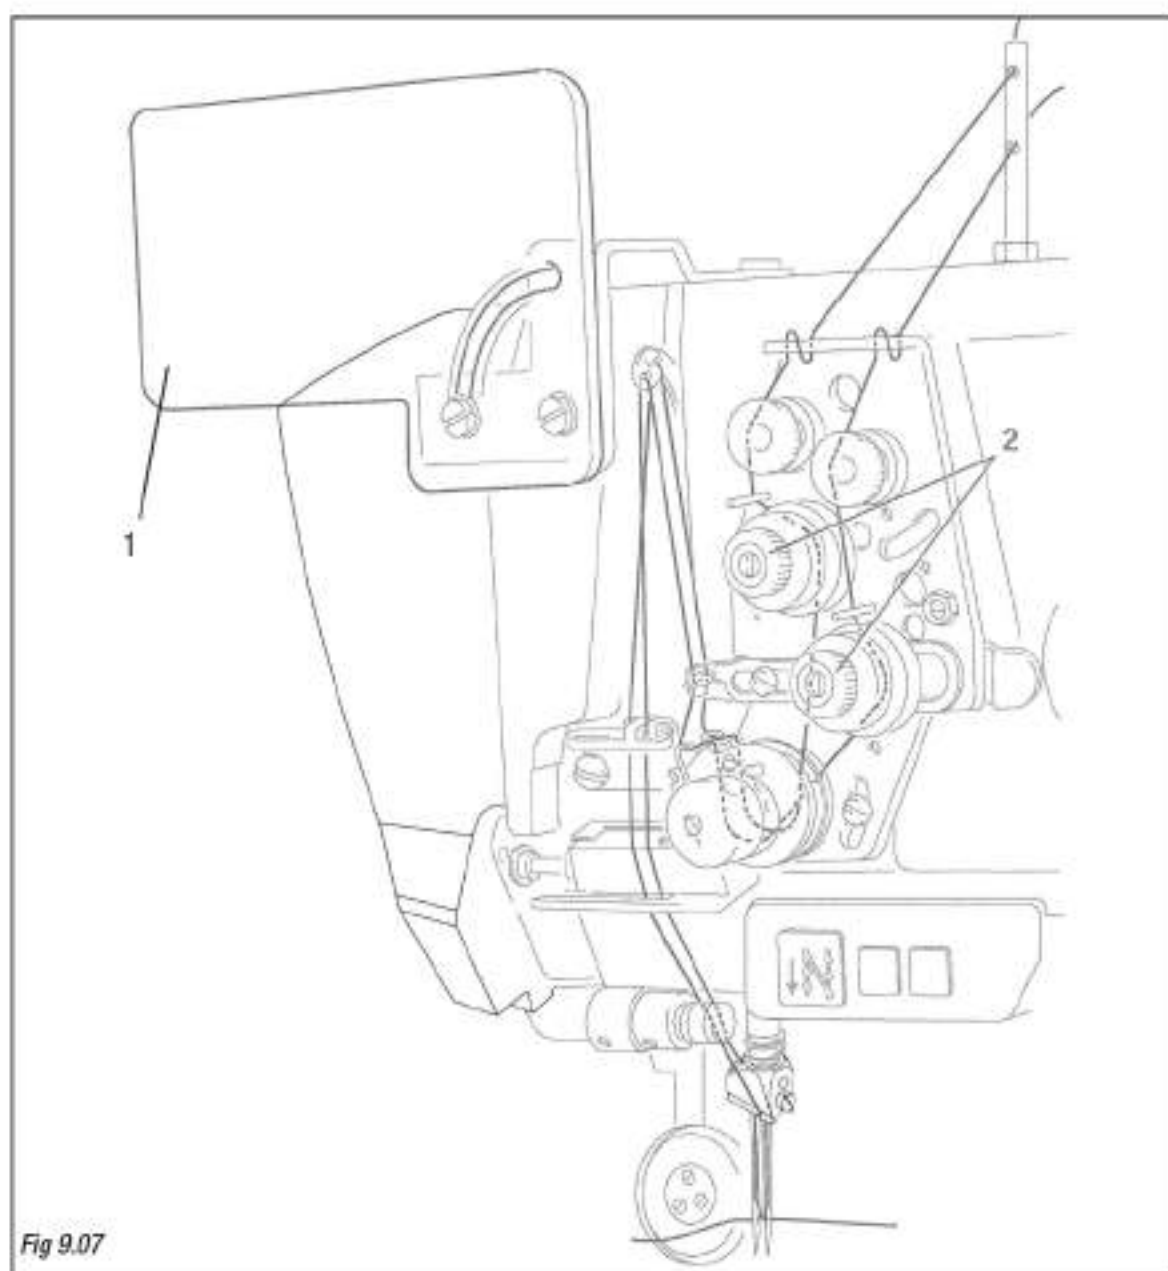

Fig 9.07
- Eseguire l'infilatura dei due fili superiori seguendo lo schema della **Fig. 9.07**.